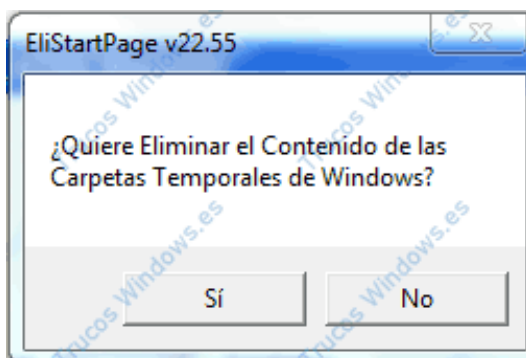

FIGURA 8
5. A continuación nos aparece esta ventana para limpiar Carpetas Temporales de Windows, a lo que le decimos que "Sí" (Figura 8).